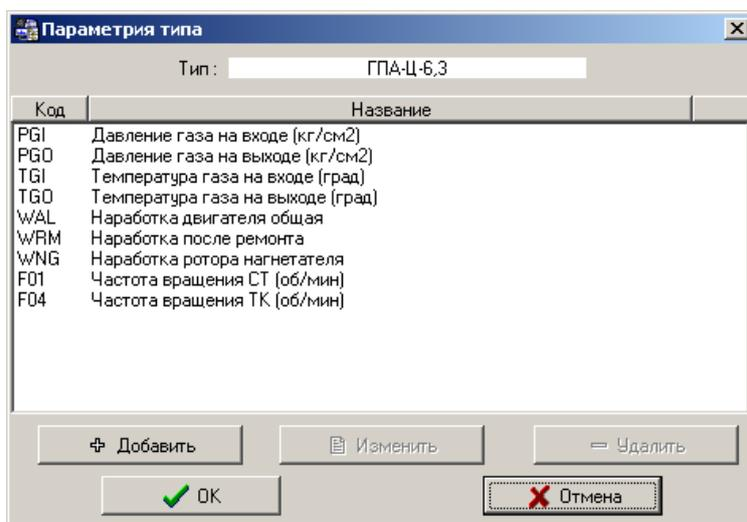
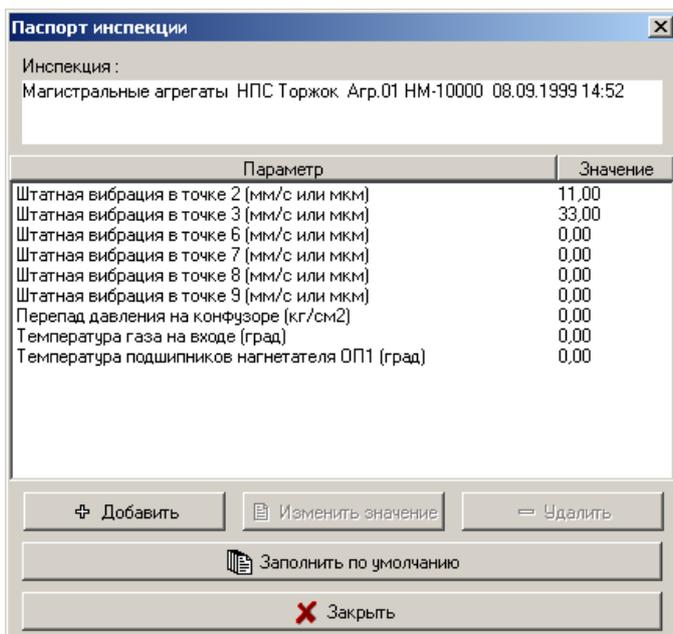
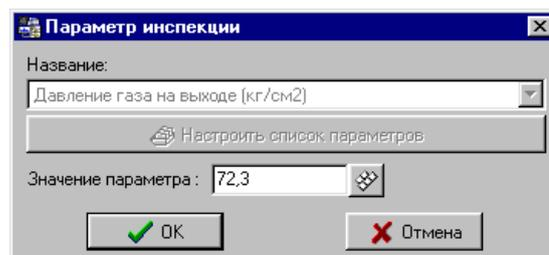

Рис.2.34. Список параметрии типа.
Рис.2.39. Паспорт (параметрия) инспекции.
Рис.2.40. Ввод значения параметра.
**Параметрия типа** – шаблон набора параметров, характеризующих состояние или режим работы агрегата в определенный момент времени, например, давление газа на входе/выходе; температура газа на входе/выходе; наработка на отказ и т.д. (рис.2.34.)
Данное окно вызывается нажатием кнопки в окне со списком типов (рис.2.10). В окне показан список параметрии для текущего типа агрегатов (объекта измерения), рис.2.34.
На рис.2.39 показаны значения измеренных параметров согласно списку параметрии типа (рис.2.34).
При изменении значения параметра в окне (рис.2.39) активно только поле ввода значения. После нажатия кнопки **Добавить** можно выбрать любой параметр из списка для типа клавишами  $\uparrow, \downarrow$  или отредактировать список параметрии для текущего типа объекта нажатием кнопки **Настроить список параметров** (рис.2.40). При этом вызывается окно **“Список параметрии типа”** (рис.2.34).
Данные параметрии отображаются в инспекции также, как и замеры, в конце каждой инспекции. Для изменения или ввода значения конкретного параметра, параметр выделить и нажать клавиши **Ctrl+E** или выбрать последовательно пункты меню **Правка/ Редактировать объект**. В открывшемся окне (рис.2.40) ввести или скорректировать значение и нажать кнопку **OK** или клавишу **Enter**.